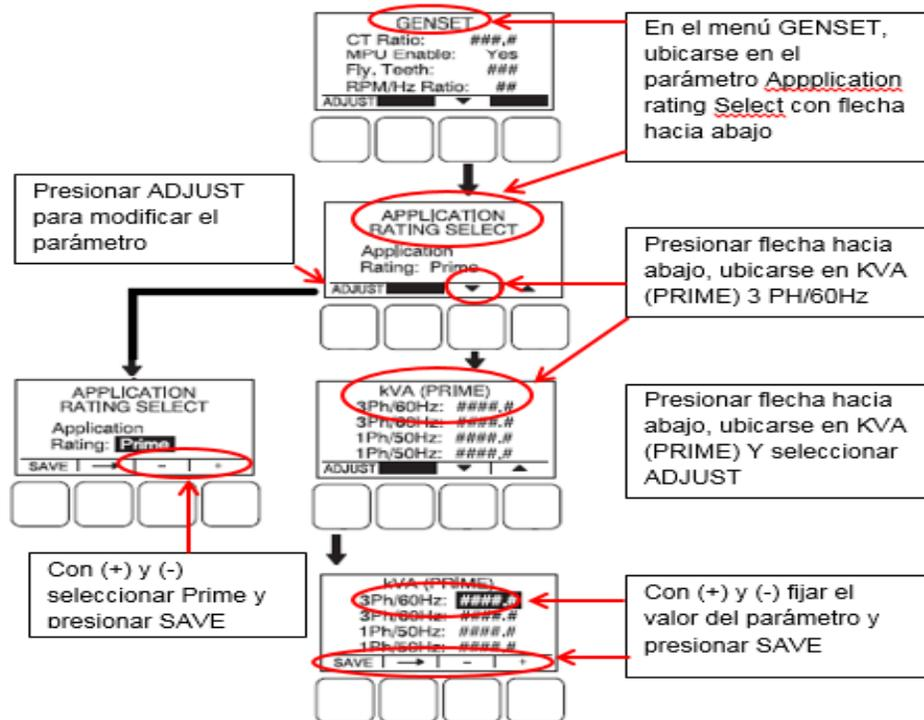

Figura 19. Programación del Parámetro
- Aparece el menú GENSET, otra etapa de programación y con flecha inferior ▼ localizar el menú Application Rating Select. Ver Figura 19.